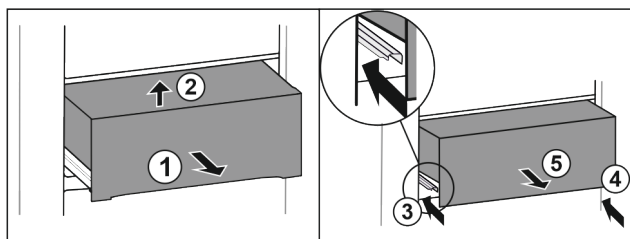

Fig. 42
- ▶ Træk skuffen halvt ud. Fig. 42 (1)
- ▶ Løft skuffen fremefter. Fig. 42 (2)
- ▶ Skub den venstre skinne ind. Fig. 42 (3)
- ▶ Skub den højre skinne ind. Fig. 42 (4)
- ▶ Tag skuffen ud fremefter. Fig. 42 (5)